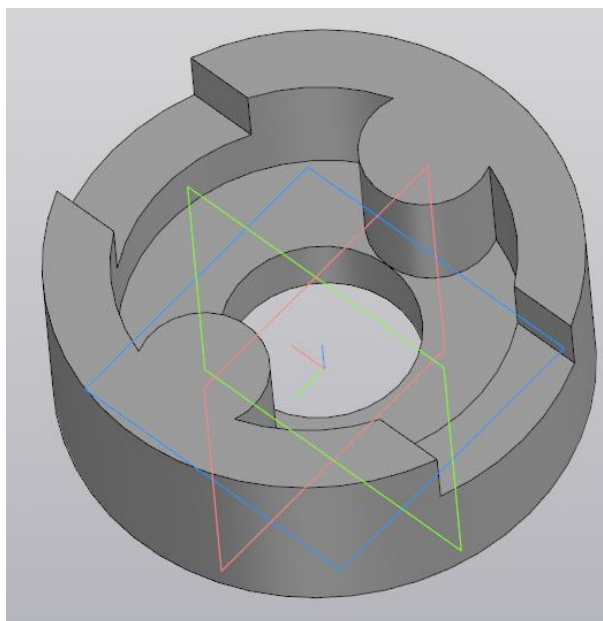

Рисунок 13 – Результат выдавливания эскиза
1.4.2 Включите параметр «Второе направление» и выберите способ для этого направления также «Через все». Результат выдавливания показан на рис. 13.